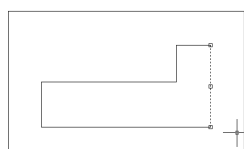

图 15-50 选取一条线段
(2) 直接在命令行输入 **pedit**, 然后选取任何一条线段, 如图 15-50 所示。